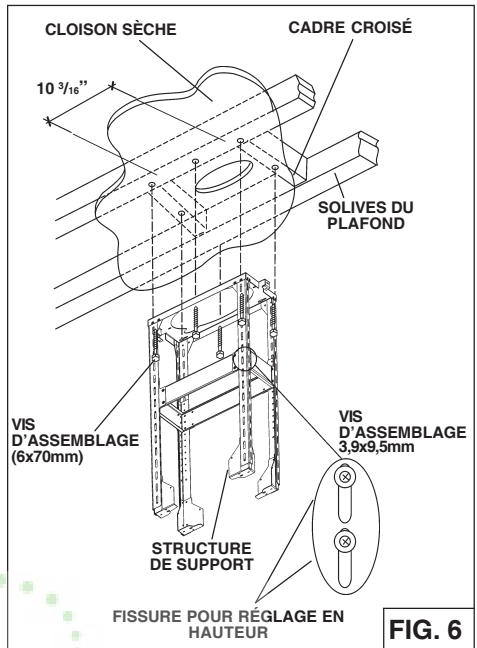

FIG. 6
3. Réglez la hauteur totale de la structure de support en utilisant le tableau ci-dessous. Desserrez et resserrez les 4 vis dans les **fiissures permettant de régler la hauteur** selon ce qui est nécessaire. Installez 12 vis (3.9x9.5mm) qui se trouvent à l'intérieur du sachet accessoires (Fig.6) assurez-vous que cette une 4" min. chevauchement entre la partie supérieure et des pattes de support inférieures